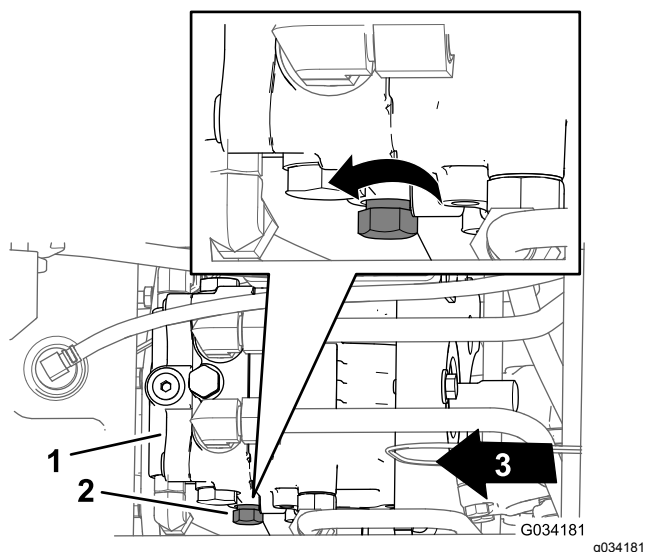

Figura 32
2. Localize o manípulo de controlo para a válvula de derivação no lado esquerdo da bomba hidráulica (Figura 32).
3. Rode o manipulador de controlo três voltas para o lado contrário aos ponteiros do relógio (Figura 32).
1. Localize o manipulador de controlo para a válvula de derivação no lado esquerdo da bomba hidráulica (Figura 32).
2. Rode o manipulador de controlo (Figura 32) no sentido dos ponteiros do relógio até que sinta uma resistência (a válvula de derivação está fechada).